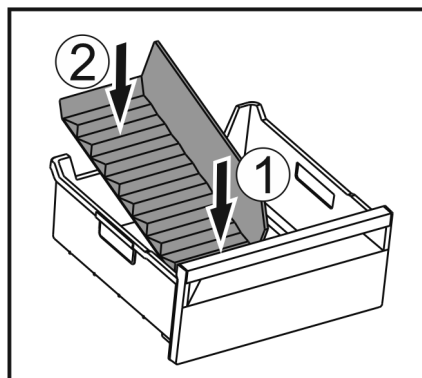

Fig. 169
- Поставете предната част на разделителя на отделението за лед. Fig. 169 (1)
- Спуснете задната част на разделителя на отделението за лед до дъното на чекмеджето. Fig. 169 (2)